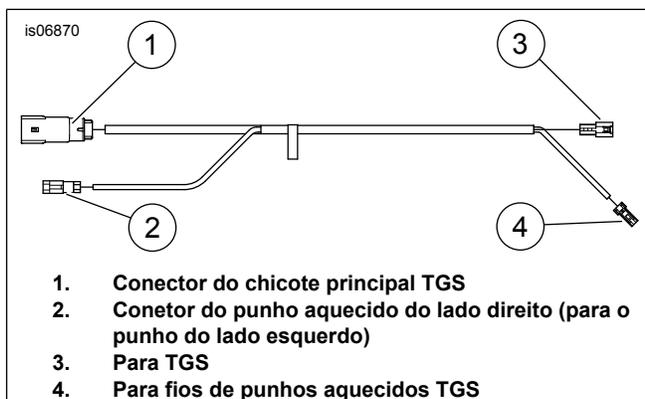

Figura 4. Chicote de fios jumper TGS
4. Ver a Figura 4. Ligue o **novo** chicote «jumper» do TGS ao TGS.
- a. Ligar o conector (3) ao chicote TGS.
- b. Ligar o conector (4) ao conector de punho aquecido.